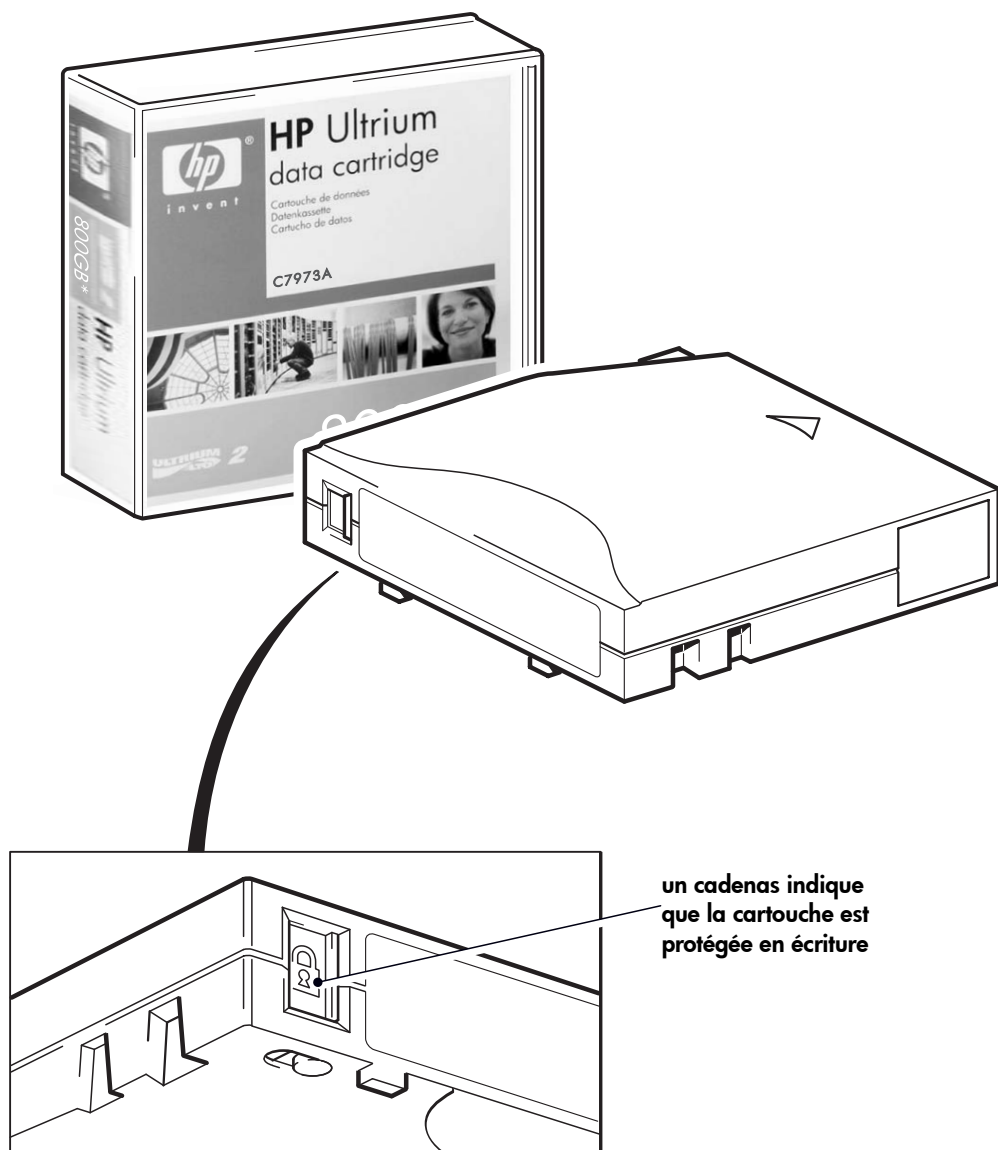

Figure 11 : protection des cartouches en écriture
- Pour protéger les cartouches en écriture, poussez sur le bouton vers la gauche pour autoriser l'enregistrement de données sur la cartouche. L'emplacement de la languette de protection en écriture est indiqué à la figure 11.